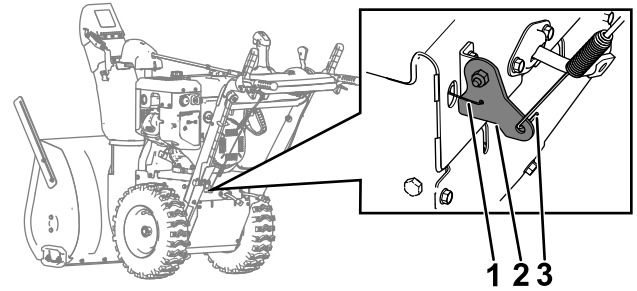

Figura 5
6. Nella parte posteriore della macchina, sganciate il cavo di trazione dalla staffa del cavo di trazione (Figura 5).